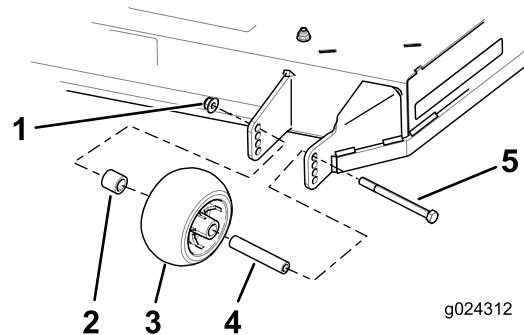

Figure 24
4. Alignez le boulon et le galet anti-scalp dans le trou du support correspondant le mieux à la position de hauteur de coupe (Figure 24).
5. Insérez le boulon dans le trou du support et fixez le boulon et le galet anti-scalp avec l'écrou à embase (Figure 24).
3. Retirez l'écrou à embase, le galet anti-scalp et le boulon du support (Figure 24).